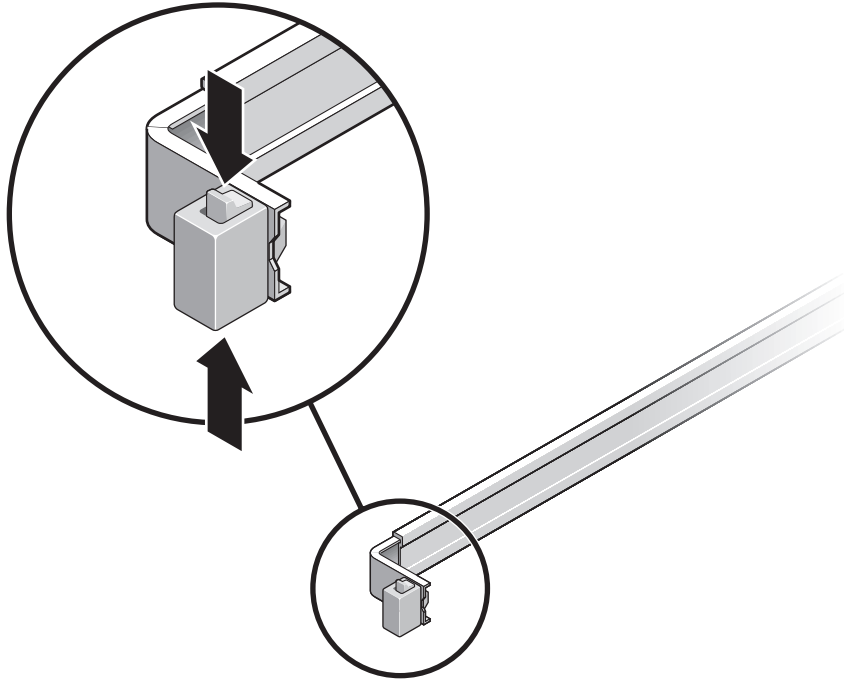

FIGURA 2-1 Desbloqueo de las guías
- a. Mientras lo hace, mantenga presionados los botones de bloqueo de las guías (FIGURA 2-1).